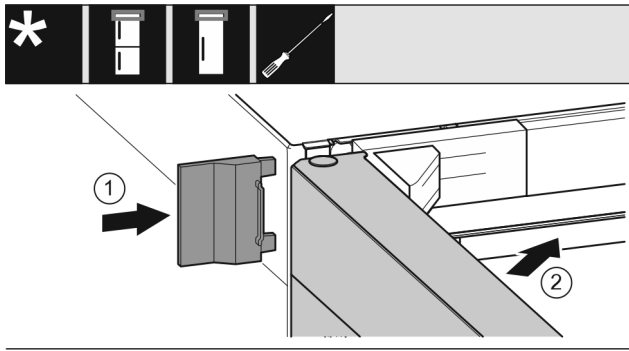

Fig. 21
- ▶ Ωθήστε το εξωτερικό κάλυμμα. Fig. 21 (1)
- ▶ Κλείστε την επάνω πόρτα. Fig. 21 (2)
- ▶ Εισάγετε το φισ της συσκευής (G) στην πίσω πλευρά της συσκευής. Βεβαιωθείτε ότι έχει κουμπώσει σωστά.